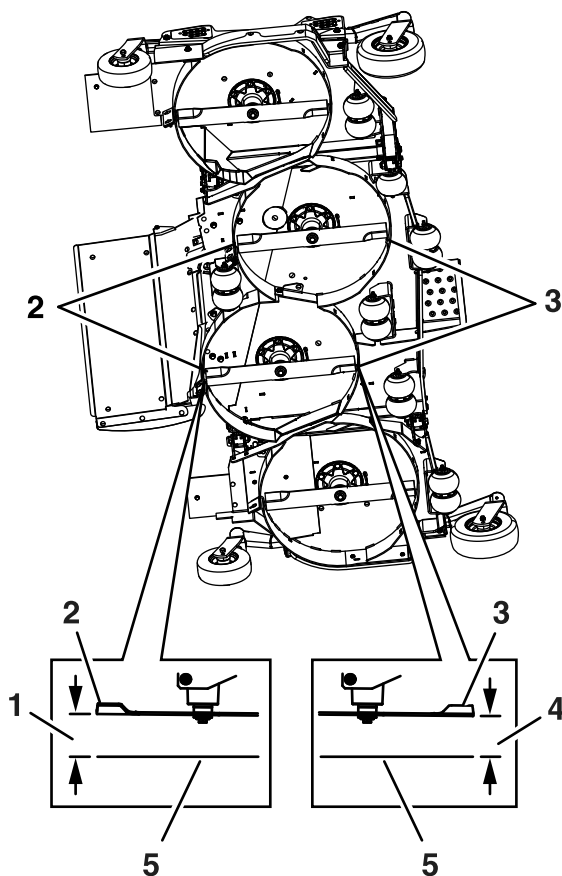

Figure 72
10. Mesurez la distance entre la surface plane et la pointe avant des lames gauche et droite du tablier central (Figure 72).